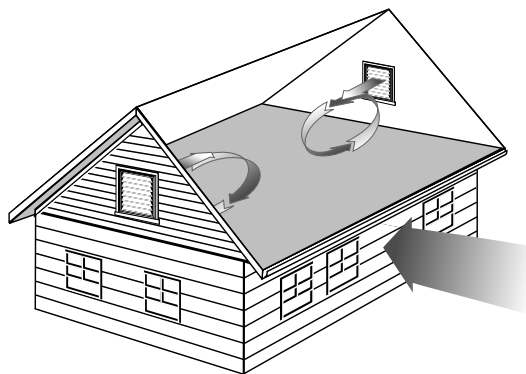

Figure 7-18 : Quand le vent souffle à la perpendiculaire du faîte, les événements de sortie laissent aussi entrer l'air dans le comble.
**Remarque :** Parfois des événements à lames sont installés à chaque extrémité du pignon, sans événement d'entrée, en supposant erronément que le mouvement normal de l'air entre les deux événements produira une ventilation adéquate. En fait, ce qui arrive le plus souvent est illustré aux figures 7-18 et 7-19. Quand le vent souffle à la perpendiculaire du faîte, chaque événement agit simultanément comme événement d'entrée et de sortie, ventilant uniquement la zone située près de l'événement. Si le vent souffle à la parallèle du faîte, un courant d'air traverse effectivement le faîte, mais celui-ci a tendance à plonger au sol et à laisser l'air chaud à la face intérieure du revêtement primaire du toit. Bien entendu, s'il est absolument impossible d'installer des événements d'entrée dans le bas des combles, la seule installation d'événements à lames est préférable à une absence de ventilation.